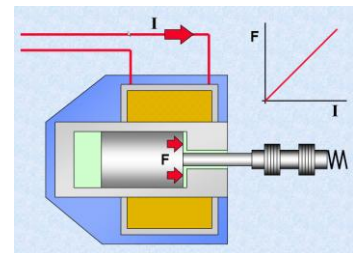

Fig. 3
Pour les distributeurs avec bobines proportionnelles, on va fabriquer la bobine de telle manière que la force F exercée sur le piston plongeur est proportionnelle au courant (I) qu'on laisse passer au travers de la bobine (Fig. 3).